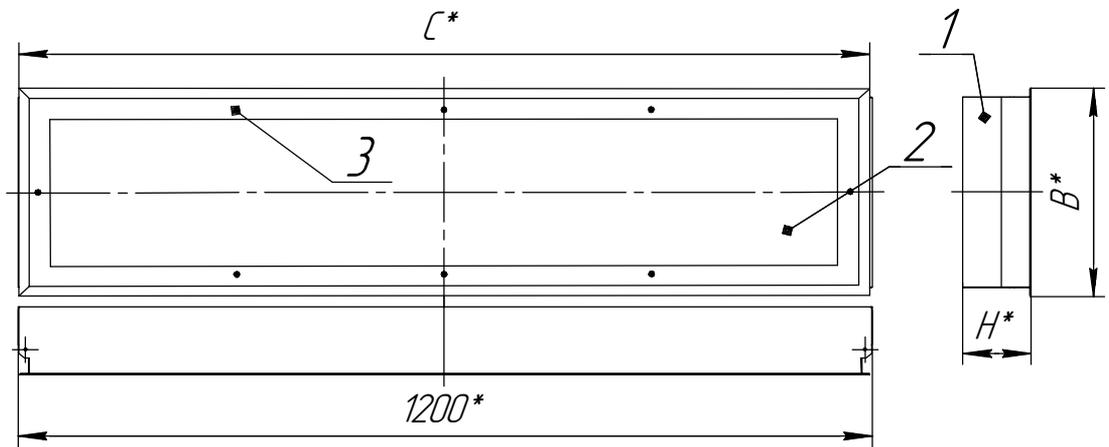

Рисунок 1: 1. Корпус в сборе, 2. Обечайка в сборе. 3. Винт
4.1 Светильник состоит: из корпуса в сборе поз.1, в котором размещена электрическая схема; обечайка в сборе поз.2 которая закреплена на корпусе в сборе при помощи винтов поз.3 рисунок 1.
6.2. Снимите обечайку в сборе поз.2 рисунок 1 предварительно открутив 8 винтов поз.3.
6.9. Установите обечайку в сборе поз.2 рисунок 1 на корпус в сборе поз.1, и закрутить 8 винтов поз.3.